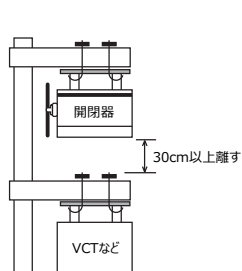

図6
- ④開閉器の下にVCTなどを取付けられる際は、開閉器底面より30cm以上離してください。(図6)